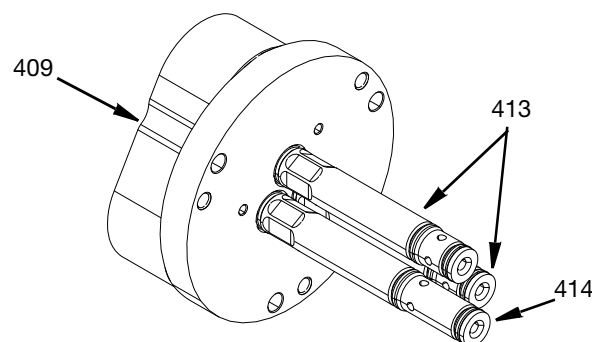

FIG. 31
- Applicare una singola goccia di frenafili di media resistenza alle filettature delle guide della tenuta del cuscinetto corta e lunga (413 e 414) e avvitare nell'alloggiamento del cilindro pneumatico (409). Serrare a 20,34 N•m (15 ft-lb). Vedere FIG. 31.